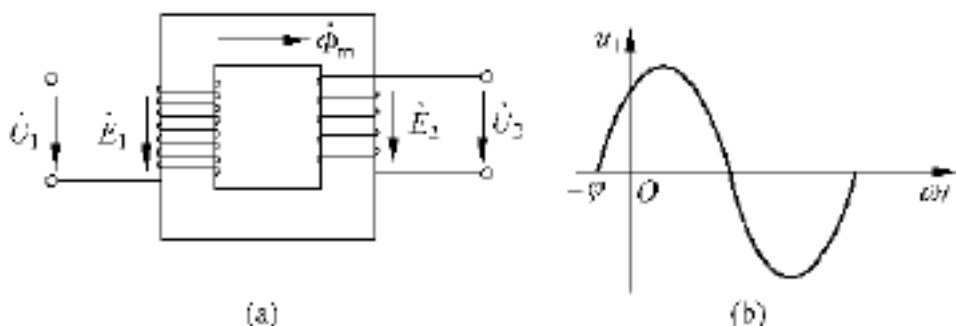

图 5.10
5.4 变压器一、二次侧电压和电动势正方向如图 5.10(a) 所示, 一次侧电压 u 的波形如图 5.10(b) 所示。试画出电动势 e_1 和 e_2 、主磁通 Φ_m 、电压 u_2 的波形, 并用相量图表示 \dot{E}_1 、 \dot{E}_2 、 \dot{I}_m 、 \dot{U}_2 与 \dot{U}_1 的关系(忽略漏阻抗压降)。